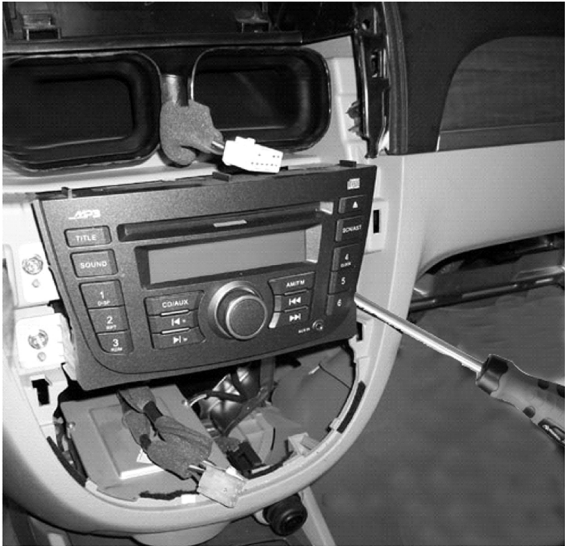

图 5-18 音响主机的拆卸
3) 取下装饰框后拧下紧固螺钉，即可卸下音响主机，如图 5-18 所示。